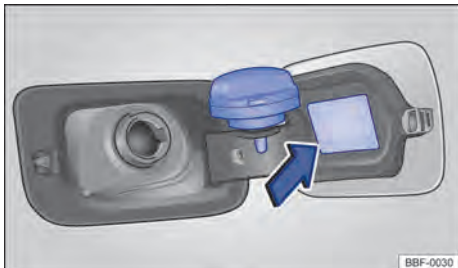

Fig. 197 Portezuela del depósito de combustible abierta con el tapón de cierre del depósito de combustible colgado.
- Retirar la tapa del depósito girándola en sentido antihorario y encajarla en el soporte de la portezuela del depósito → fig. 197.